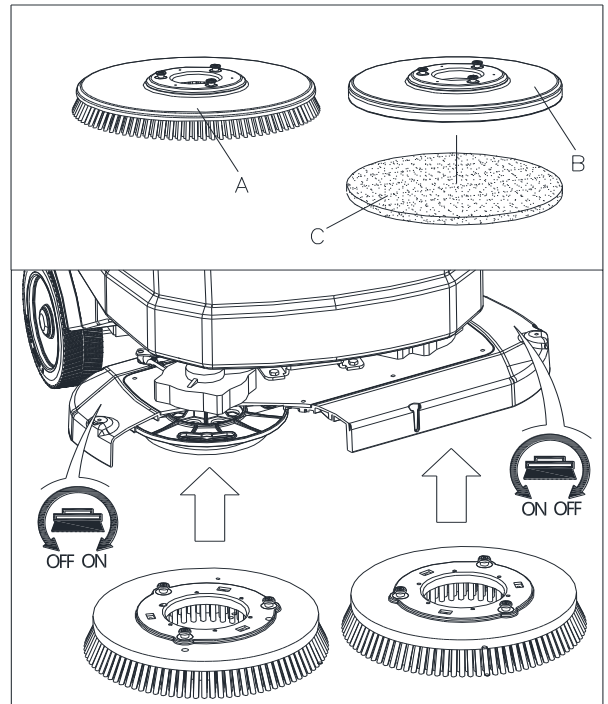

Abbildung 9
Installieren Sie entweder die Bürste (A, Abb. 9) oder den Pad-Halter (B und C, Abb. 9) entsprechend der Art des zu reinigenden Bodens.
2. Drehen Sie den Geschwindigkeitsregler (48) auf Leerlauf, indem Sie ihn gegen den Uhrzeigersinn drehen.
3. Stellen Sie die Bürsten (A, Abb. 9) oder den Padhalter (B) unter die Abdeckung.
4. Verwenden Sie die manuelle Methode durch Drehen des Bürsten-/Pad-Halters in die entgegengesetzte Richtung, damit er installiert werden kann. (wie in Abbildung 9 dargestellt)